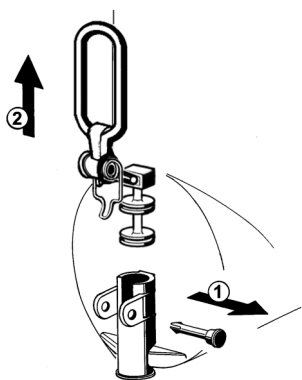

figura 11
- 5 Desarmar el grifo respetando la secuencia indicada (ver figura 11).
- 3 Armar de nuevo el grifo sobre el contenedor siguiendo la secuencia inversa a la detallada para el desmontaje (vedere figura 11).